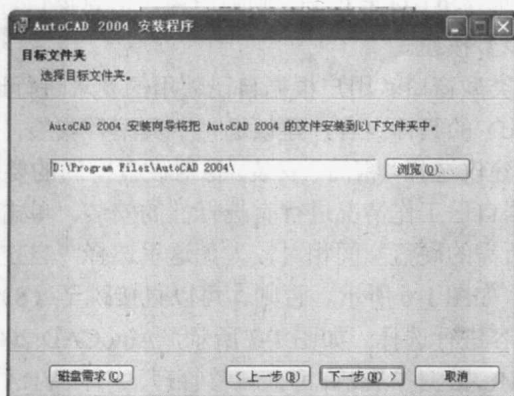

图 1-8 安装 AutoCAD 2004 ——选择安装目录
(8)弹出目标文件夹目录。如图 1-8 所示,缺省的安装目录是“C:\Program Files\AutoCAD 2004\”,如果需要更改,单击【浏览】按钮,进行安装目录的选择。